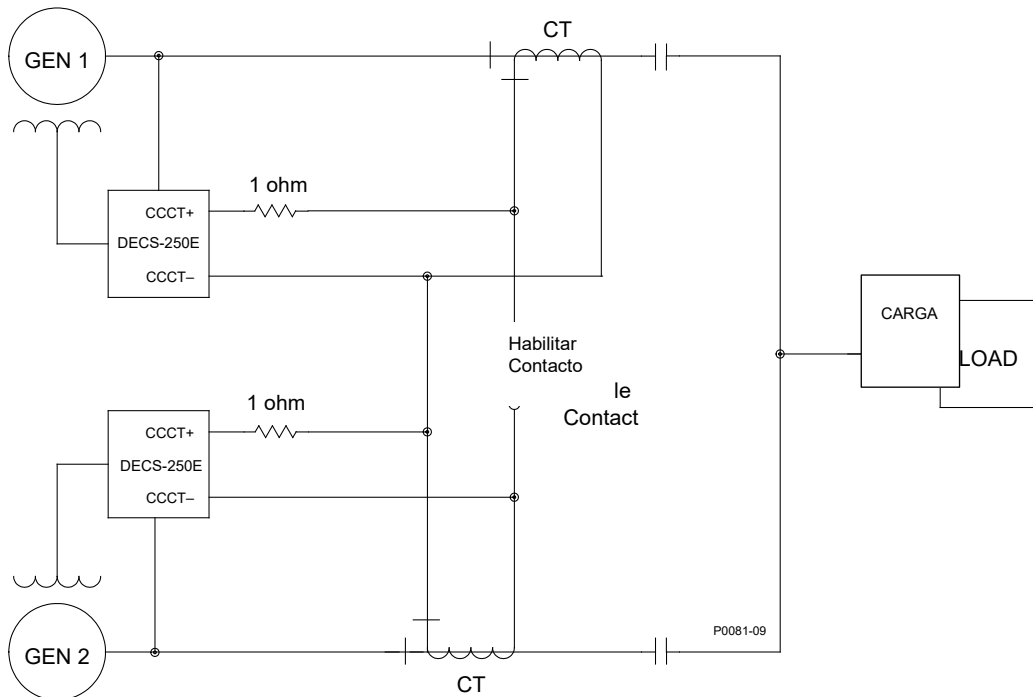

Figura 9-3. Conexiones para la Compensación de Corriente Cruzada
El modo de compensación de corriente cruzada (diferencial reactivo) permite que dos o más generadores en paralelo puedan compartir una carga común. Como se muestra en la Figura 9-3, cada
generador es controlado por el DECS-250E utilizando la entrada de compensación de corriente cruzada (terminales CCCT+ y CCCT-) y un transformador de corriente externa dedicado (TC) para medir la corriente del generador. Las resistencias mostradas en la Figura 9-3 se utilizan para establecer la carga y pueden ajustarse para adaptarlas a la aplicación. Asegúrese que el valor de potencia de las resistencias sea adecuado para la aplicación.